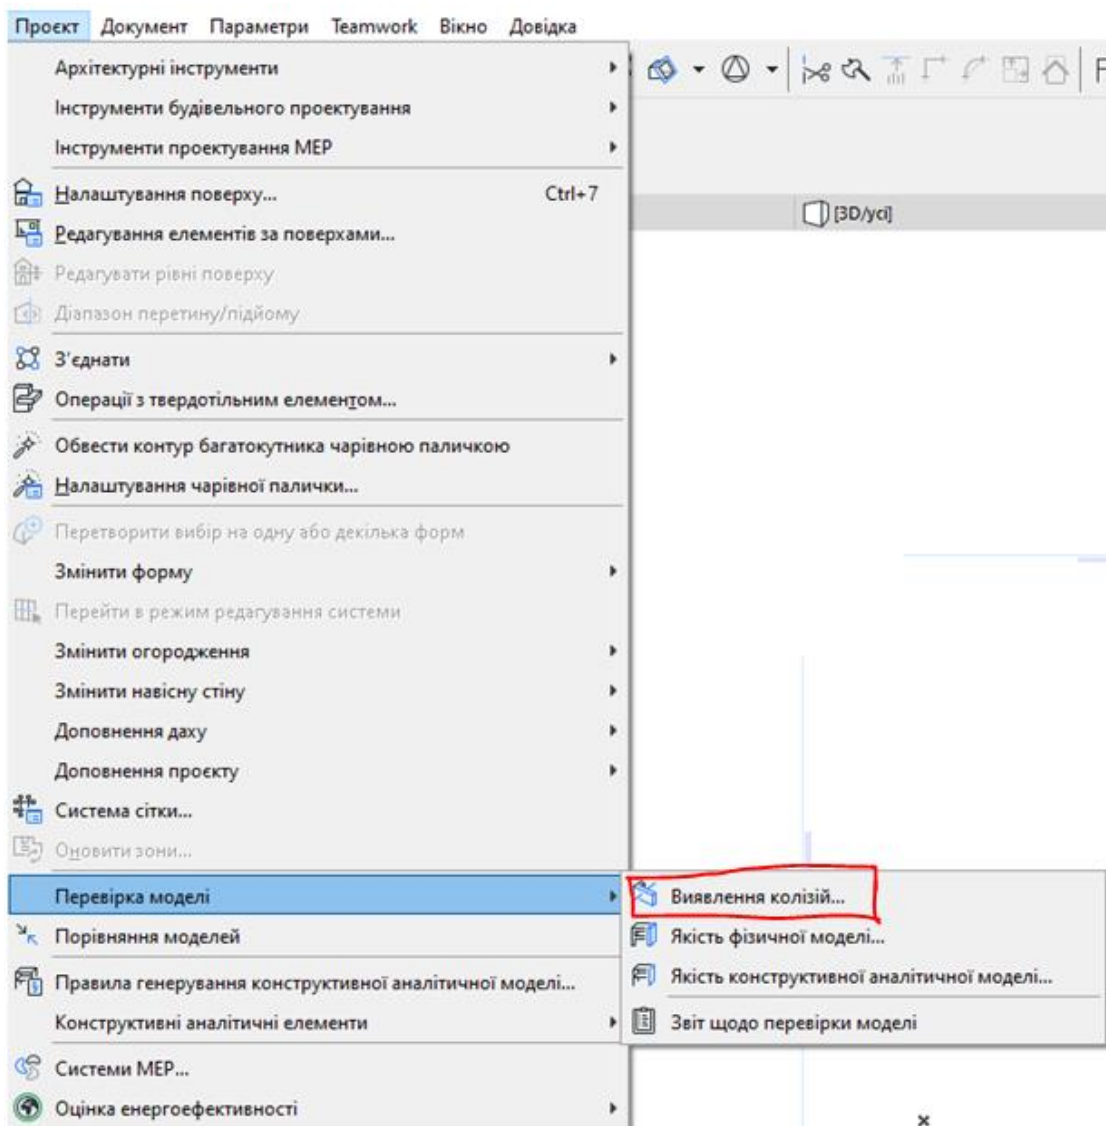

Рисунок 3.1 – Запуск *Перевірки колізій*
- або натисніть кнопку Виявлення Колізій у вікні Звіту Перевірки Моделі (рис.3.1)